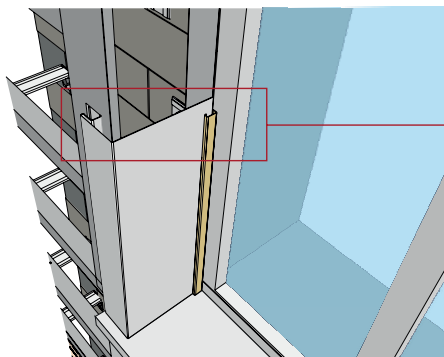

Рисунок 55
- 15.4** Ширина приоконной планки подгоняется и подрезается под глубину оконного проема. Измерьте расстояние от окна до внешней части обрешетки (Рис. 55), прибавьте к нему 30 мм. Перенесите это расстояние на широкую часть приоконной планки (Рис. 56). Лишнее отрежьте используя правило, нож или ножницы. **Важно!** рез должен быть ровным!